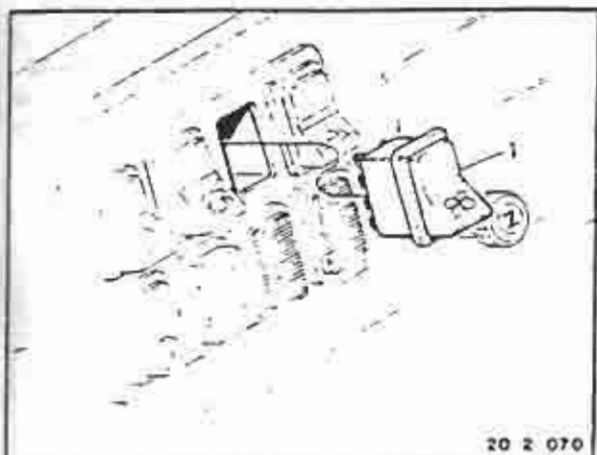

FIGURA 11
O ventilador é acionado e desligado através do interruptor (1), localizado no painel de instrumentos (figura 11).